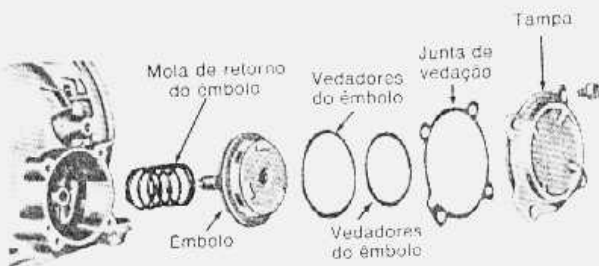

fig. 57 — componentes do servo intermediário
2. Remover (fig. 57) a tampa do servo, a junta, o êmbolo e a mola de retorno do êmbolo.